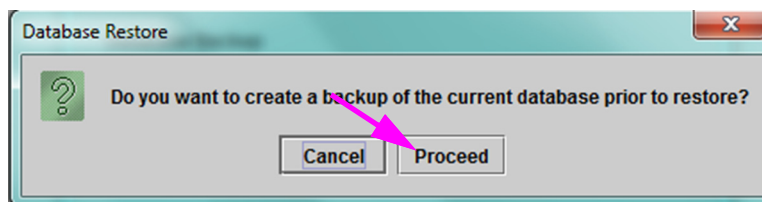
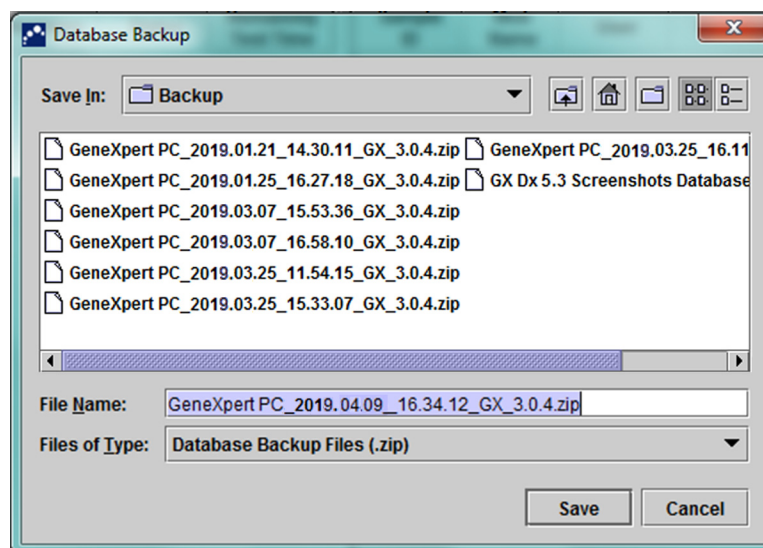

Figura 5-77. Casetă de dialog Restaurare bază de date
Figura 5-78. Caseta de dialog Copiere de rezervă bază de date
2. Faceți clic pe **Continuare (Proceed)**. Apare o casetă de dialog care vă va întreba dacă doriți să realizați o copie de rezervă a bazei de date curentă (recomandată) înainte de restaurare. Consultați Figura 5-77.
3. Faceți clic pe **Continuare (Proceed)** în caseta de dialog de confirmare Restaurare bază de date (Database Restore) pentru a continua copierea de rezervă a bazei de date (consultați Figura 5-77). Se va afișa caseta de dialog Copiere de rezervă bază de date (Database Backup). Consultați Figura 5-78.
4. Localizați și selectați folderul în care doriți să stocați fișierul cu copia de rezervă, introduceți un nume pentru fișierul cu copia de rezervă (sau utilizați numele implicit al fișierului), apoi faceți clic pe **Salvare (Save)**. Consultați Figura 5-78.